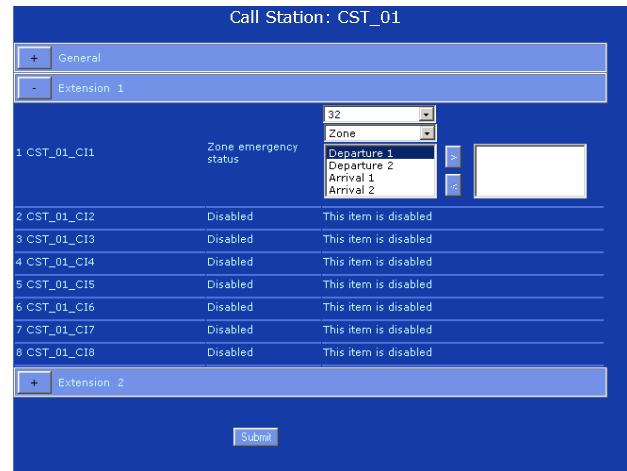

figura 36.32: Zone emergency status, passaggio 3
- 3 Fare clic sull'*Extension* contenente il tasto da programmare. Appare una schermata simile a quella in figura 36.32, nella cornice principale dell'interfaccia web.